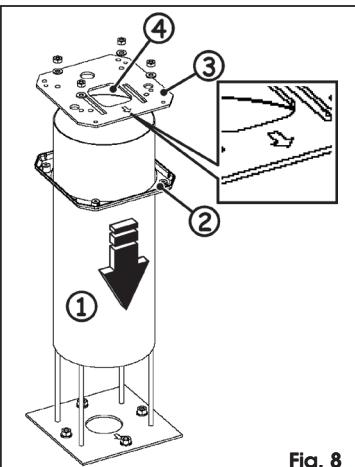

Fig. 8
1. Plaats de steunbus, Fig. 8 rif. ①, op de funderingsplaat.
2. Plaats de kunststof behuizing erin, Fig. 8 ref. ②, en laat hem op de grond steunen.
1. Plaats de bovenste plaat, Fig. 8 ref. ③, en laat daarbij de verbindingskabels door de vierkante armbevestiging lopen, Fig. 8 ref. ④, en laat ze er minstens 600 mm uitsteken.